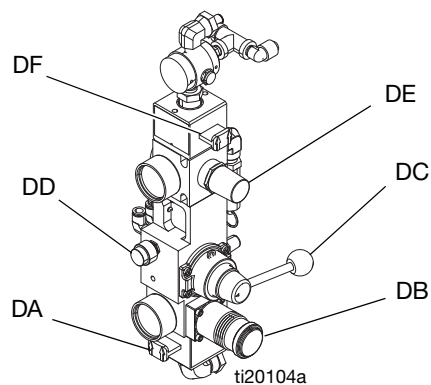

FIG. 32: Comandi della pompa di alimentazione
- c. Far scorrere la valvola a cursore dell'aria principale (DA) e la valvola a cursore del motore pneumatico (DF) in posizione OFF. Vedere FIG. 32.
- m. Mentre la piastra preme nel fluido, far scorrere la valvola a guida del motore pneumatico (DF) in posizione ON. Vedere FIG. 32. La pompa di alimentazione inizierà il ciclo. Continuare a pompare finché il secchio è vuoto o fino ad aggiungere la quantità di fluido desiderata nel serbatoio. Far scorrere la valvola a guida del motore pneumatico (DF) in posizione OFF per fermare la pompa di alimentazione.
- n. Per sollevare il piatto dal secchio, premere la valvola di scarico (DD) e sollevare la valvola direzionale. La pompa di alimentazione spingerà l'aria pressurizzata nel secchio per rimuoverlo dalla piastra. Non lasciare che il secchio si sollevi dalla struttura. In tal caso, abbassare la piastra e riprovare.